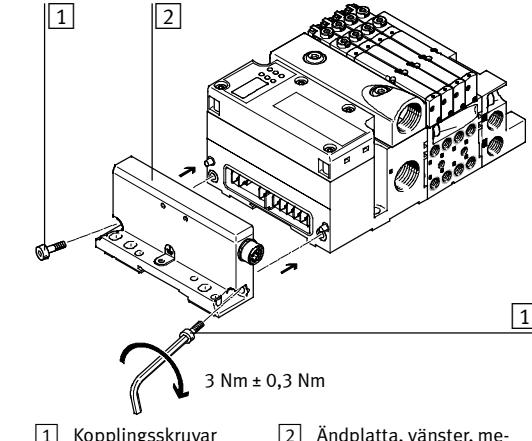

Fig. 13: Montera vänster ändplatta, metallutförande
- i metallutförande CPX-M-EPL-EV-X om andra raden inte innehåller några CPX-moduler (**fig. 13**)
- ett pneumatikgränsnitt i metallutförande om andra raden inte innehåller några CPX-moduler (**fig. 13**)
- I det här fallet fortsätter du med steg 12, i avsnitt 8.2 (**fig. 13**).
- Håll i högra ändplattan **2** för CPX-Extension och skjut ihop den med första raden (**Fig. 13**).